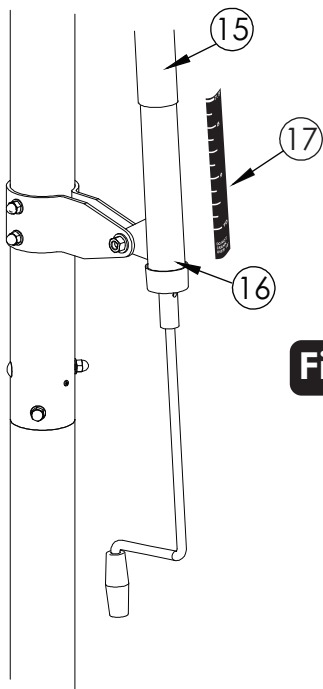

Figura 14
33. Coloque el sistema a la altura de 7 ½' (pies). Utilice una cinta de medir para medir de la parte superior del aro a la superficie de la cancha de juego. Adhiera la calcomanía de altura (#17) a la parte posterior del actuador (#16) con la medida de "7.5" alineada con la parte inferior de la funda de plástico (#15). Vea la **Figura 14**.